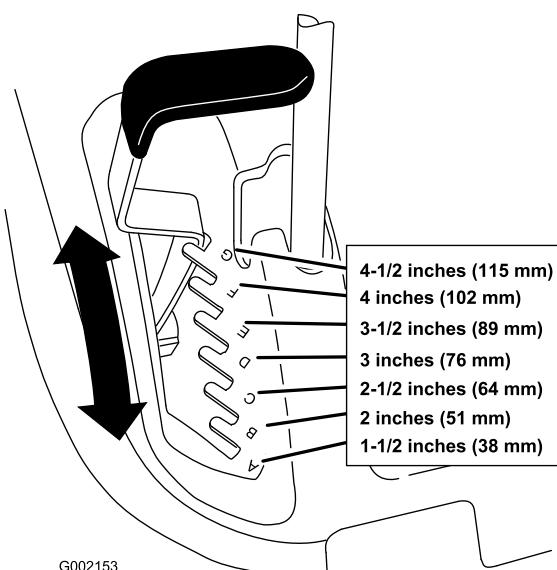

Figura 14
- Levante la palanca de ajuste de la altura de corte a la posición de transporte (que es también la posición de altura de corte de 114 mm) (Figura 14).
- Para ajustar, tire de la palanca de ajuste de la altura de corte y colóquela en la posición deseada (Figura 14).